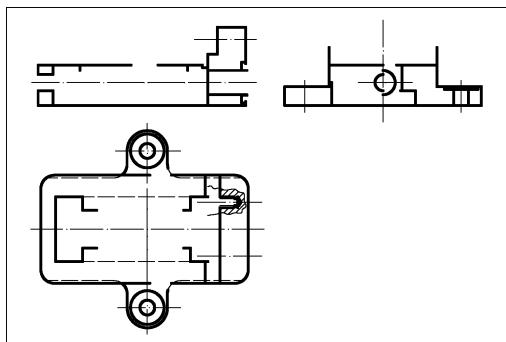

图 11-65 删减其他零件线条示例
- 3) 打开各线形的图层，选择“修改”面板→“删除”和“修剪”命令，删除其他零件的线条，如图 11-65 所示。